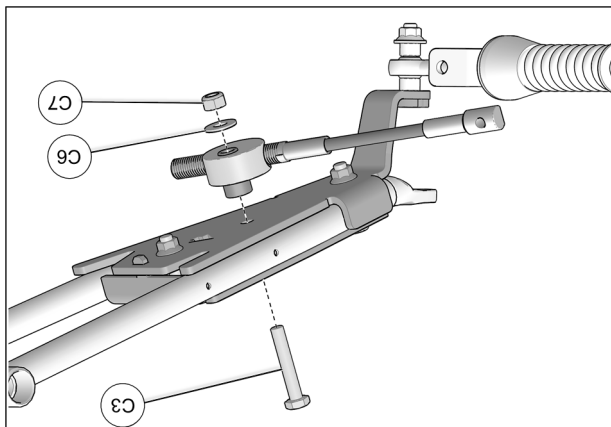

Fig. 23
12. Positionner le disque en aluminium du limiteur de conduite sous l'ancrage. Insérer le boulon (C3) par le dessus et utiliser la rondelle (C6) et l'écrou (C7) pour fixer le limiteur de conduite en place. Serrer l'écrou à un couple de 50 N•m [37 lb•pi]. Fig. 23